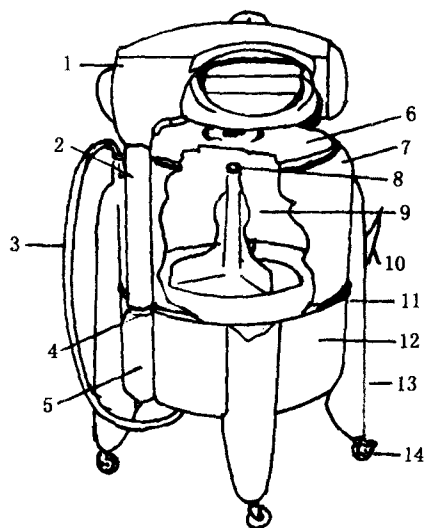

图 1-1-5 非自动型搅拌式洗衣机
(3) 搅拌式洗衣机。搅拌式洗衣机主要应用于以穿毛、棉织物为主的美国，年产量占世界的 25%。搅拌式洗衣机有三种类型：非自动型、半自动型和全自动型。它们的洗涤机构工作原理基本一样，区别在于甩干系统和控制部分，图 1-1-5 为非自动型搅拌式洗衣机。